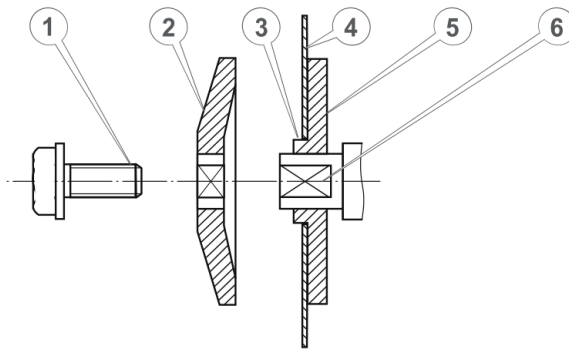

Рисунок 2. Схема встановлення циркулярного диска.
1. Встановити внутрішній фланець з посадковим виступом на вал редуктора (рис. 2).
5. Зафіксувати диск від обертання та надійно затягнути притискний болт (1, рис. 2) за допомогою ключів з комплекту виробу.
7. Демонтаж циркулярного диска здійснюється у зворотній послідовності (див. рис. 2).